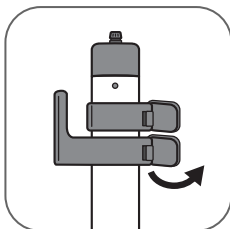

fig. 2
2. Tenez le mât de façon à ce que l'accroche cordon électrique soit à gauche. Vérifiez que les 2 clips du mât soient déverrouillés. *(fig. 2)*